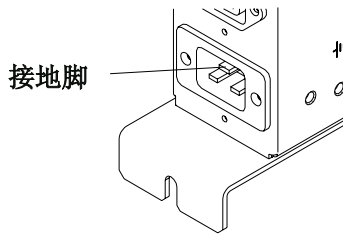

图 7. 控制器扩展ac引线分配盒的接地脚
- 检查在控制器扩展上安装的机器保证电路连通（服务处理器，网络节点处理器，调制解调器，驱动器等等）以及ac引线分配盒的接地脚（参照图7）。